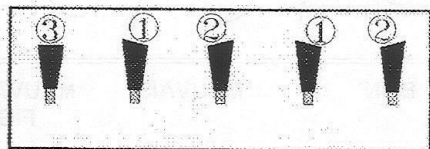

FIGURE 25
Scie à profils alternés avec râteau : Commencer par faire les profils alternés. Terminer par la dent du râteau qui est toujours environ 0.012" plus bas que les autres. L'affûtage complet nécessite trois passes : (1), (2) et (3) (Fig. 25).